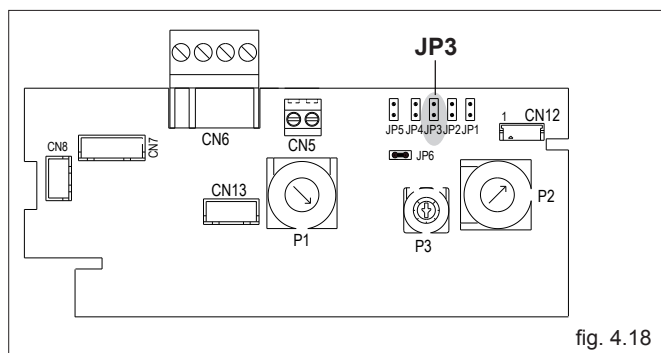

fig. 4.18
- rimuovere il coperchio camera di combustione (D) e la staffa con candela montata (D1)
- rimuovere il tubo di collegamento valvola gas-bruciatore (E) svitando i due dadi con le relative guarnizioni (E1)
- rimuovere il collettore GPL ed estrarre il tegolo interno (M) che dovrà essere successivamente montato sul collettore MTN
- rimuovere i deflettori anteriore (I) e posteriore (F) del bruciatore svitando le viti di fissaggio (H) sulla staffa destra ed eliminarli
- prendere il collettore MTN contenuto nel kit, posizionarvi al suo interno il tegolo (M) (precedentemente rimosso) come illustrato in figura e fissare il tutto al bruciatore utilizzando le viti precedentemente rimosse
- aprire il coperchio di ispezione del cruscotto per accedere al ponticello JP3 sulla scheda di controllo (fig. 4.18):